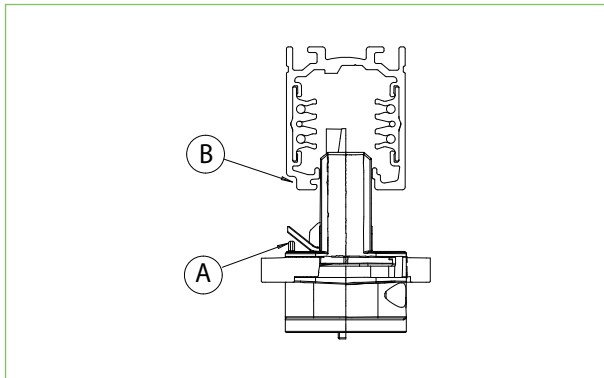
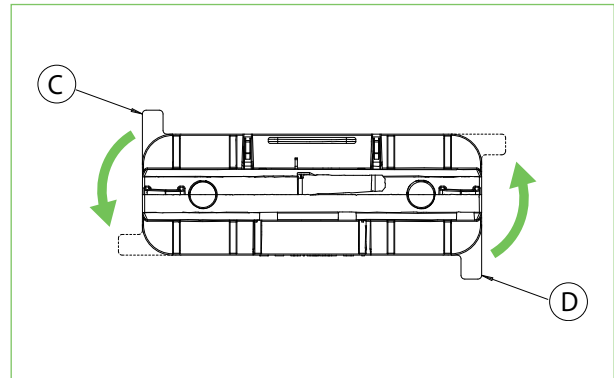

Fig. 3 Chiave meccanica
Abb. 4 Drehen der Nocken
Den Adapter in so in die Stromschiene stecken, dass der mechanische Schlüssel (A) vom Adapter in der Aussparung (B) an der Schiene zu sitzen kommt (Abb. 3). Die Hebel der beiden Nocken (C) und (D) um ca. 90° drehen, bis sie blockiert sind (Abb. 4).